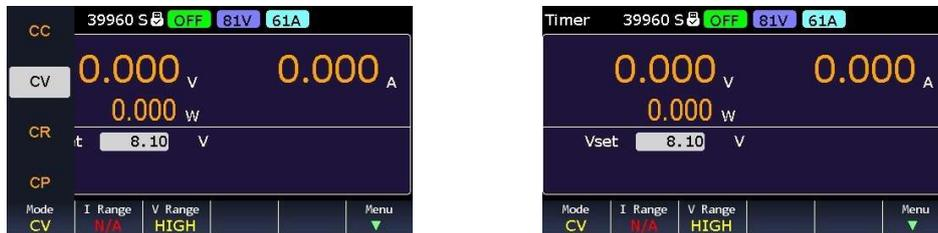

图 3-7 恒压模式工作界面
- 1) 按下屏幕下方 Mode 对应的功能键, 进入模式选择界面, 选择 CV 模式, 进入恒压模式工作界面, 如图 3-7 所示。